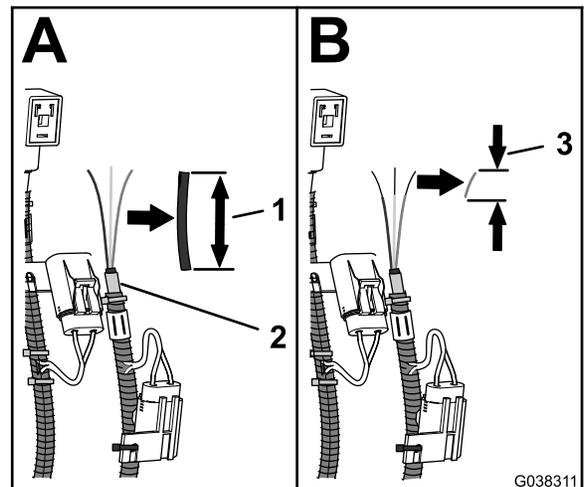

Bild 33
- 6. Schneiden Sie einen 70 mm großen Teil des Mantels vom DIN-Stecker-Kabelbaum ab (Bild 33).
- 7. Entfernen Sie 8 mm der Isolierung von den drei Kabeln des DIN-Stecker-Kabelbaums (Bild 33).